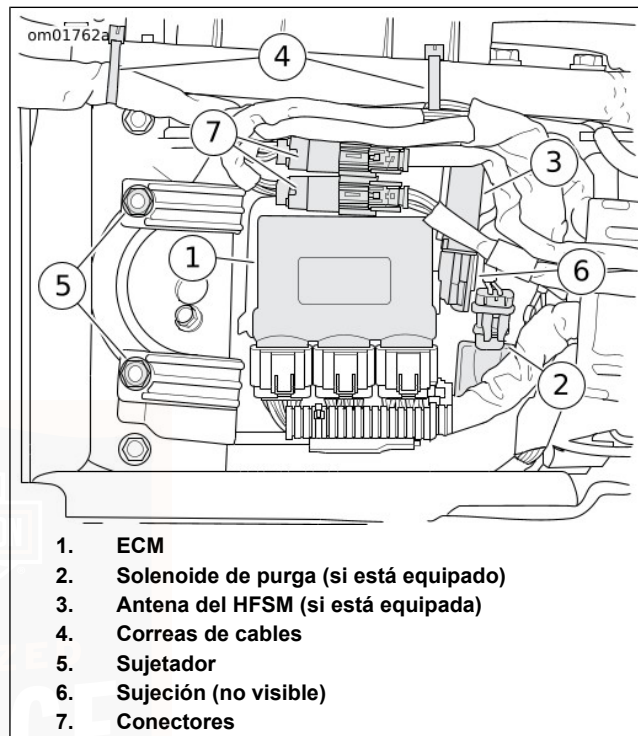

Figura 92. Caja superior
2. Libere el ECM (1) de la caja superior. Muévelo fuera del paso.
3. Vea Figura 92. Si está presente, mueva el solenoide de purga (2) hacia adelante para liberarlo de la caja superior. Libere la antena del HFISM (3) de la caja superior y muévala fuera del paso.
4. Libere los conectores (7) de los anclajes de la caja superior.
5. Quite los sujetadores (5).
6. Corte las correas de cables (4). Mueva los arneses para permitir más espacio libre para la caja superior.
6. Vea Figura 92. Coloque la caja superior en su posición y enganche el pestillo en la pieza de soporte de sujeción.
7. Sujete la caja superior al travesaño de la estructura con los tornillos (5). Apriete a 8,1–10,9 N·m (72–96 **in-lbs**).
8. Si está equipada, enganche la antena del HFSM (3) y el solenoide de purga (2) en la caja superior. Verifique que todos los demás conectores y arneses estén colocados debajo de la lengüeta de montaje del solenoide de purga.
9. Asegure los conectores (7) a los anclajes en la caja superior.
10. Enganche el ECM (1) en su lugar en la caja superior.
11. Asegure los arneses a la estructura con las correas de cables (4).